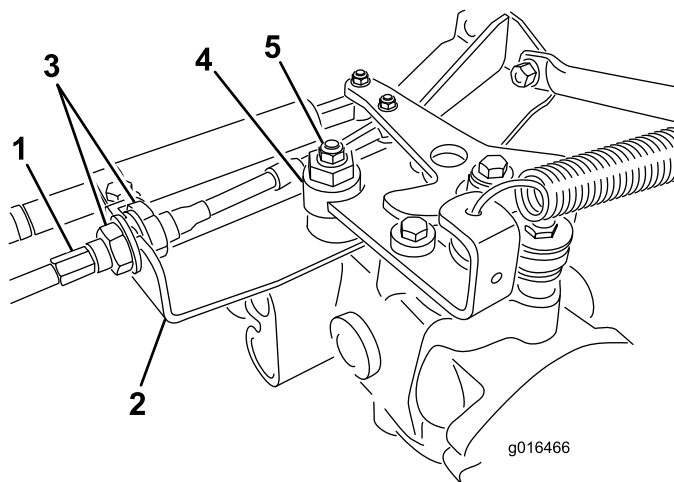

Рисунок 42
А. Ослабьте затяжные гайки, которые крепят трос управления тягой к кронштейну на гидростате (Рисунок 42). Обеспечьте одинаковое отвинчивание гаек на расстояние, достаточное для регулировки.
В. Ослабьте гайку крепления эксцентрика к верхней части гидростата (Рисунок 42).
- D. Поворачивайте эксцентрик до тех пор, пока не прекратится медленное вращение в любом направлении. Когда колесо перестанет вращаться, затяните гайку, которая фиксирует эксцентрик и регулировку (Рисунок 42). Проверьте регулировку в положениях дроссельной заслонки Slow ("Медленно") и Fast ("Быстро").
- E. **Равномерно** затяните контргайки с каждой стороны кронштейна, фиксирующие тяговый тросик в кронштейне (Рисунок 42). Не скручивайте тросик.